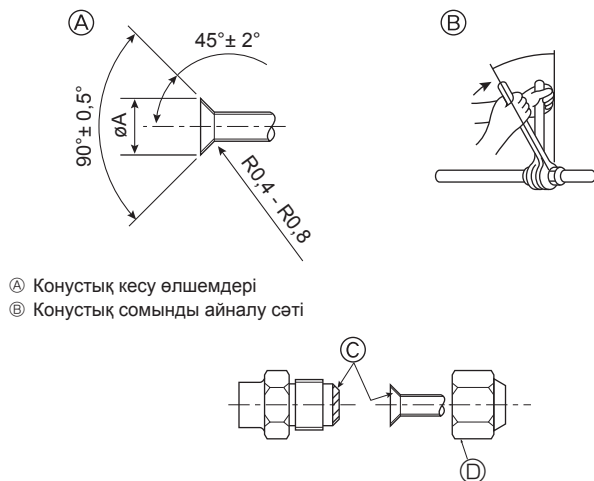

Fig. 4-8
А (Fig. 4-8)
Б (Fig. 4-8)
4.2. Құбырларды жалғау (Fig. 4-8)